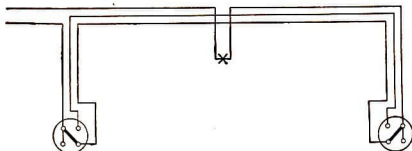

Bild 26
39. Vervollständige die Übersicht neben Bild 26!